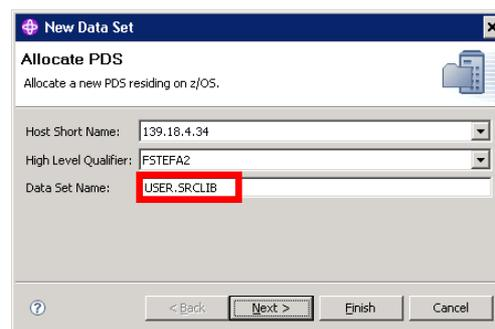

Abbildung 15
2. Als Data Set Name wird **USER.SRCLIB** eingegeben (Abbildung 15) und anschließend auf **Next** geklickt.